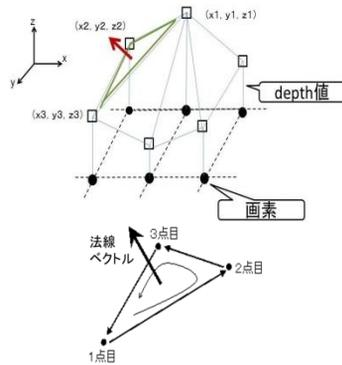

図2 Depth画像から三角形メッシュデータへの変換
- Depth画像中の隣接する画素三点の座標とdepth値から立体物の表面を覆う三角形メッシュデータ（図2、独自に作成）を作成し、次いで3Dプリンタ用の積層データを作成します。